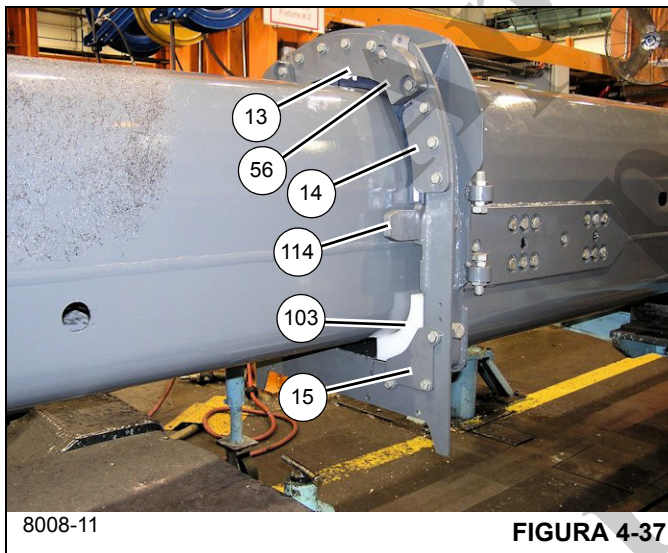

FIGURA 4-37
- 36. Insira três quartos da extensão do telescópio 4 (5) no telescópio 3 (4).
- 37. Instale a placa antirolagem (114) no interior do telescópio 3 (4) usando os dois parafusos (105) (lados esquerdo e direito) (consulte a Figura 4-37).
- 38. Usando um elevador e uma linga adequados, eleve um pouco a parte dianteira do telescópio 4 (5) com a finalidade de instalar as placas de desgaste na parte dianteira do telescópio 3 (4).
- 39. Instale a placa de desgaste superior (103) na parte dianteira do telescópio 3 (4) usando os dois parafusos (27) e porcas (28) (lados esquerdo e direito); assegure-se de que a porção mais fina da placa de desgaste superior (103) esteja orientada para o lado do telescópio 3 (4) (consulte a Figura 4-37).
- 40. Instale a placa de retenção (15) na parte dianteira do telescópio 3 (4) usando os três parafusos (19), seis arruelas lisas (16), três arruelas de pressão (17) e três porcas (18) (lados esquerdo e direito) (consulte a Figura 4-37).
- 41. Abaixue o telescópio 4 (5) sobre as placas de desgaste recém-instaladas (103).
- 42. Instale os calços (100) e as placas de desgaste dianteiras inferiores (101, 102) na parte inferior do telescópio 3 (4).
- 43. Instale as placas de retenção esquerda, direita e inferior (2x-14, 13) na parte dianteira do telescópio 3 (4) usando os parafusos (19), arruelas lisas (16), arruelas de pressão (17) e porcas (18) (consulte a Figura 4-37).
- 44. Instale o calço de parada (56) na parte dianteira do telescópio 3 (4) usando os dois parafusos (58), quatro arruelas (16), duas arruelas de pressão (17) e duas porcas (18) (lados esquerdo e direito) (consulte a Figura 4-37).